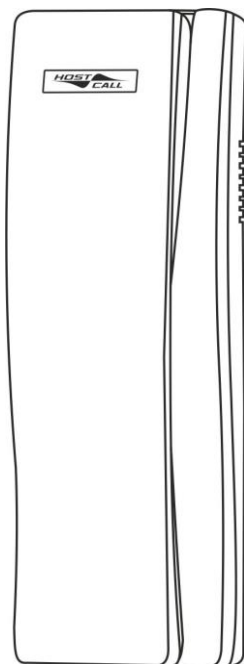

Рисунок 5.17. Телефонная трубка MP-511T1
1. Телефонная трубка МР-511Т1 (рис.5.17).